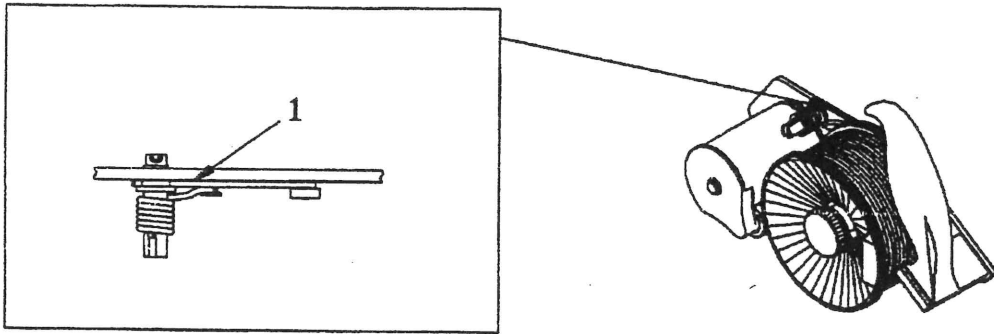

Bild 37: Schmieren des Handcoders
7.6.4 Schmieren des Handcoders (siehe Bild 37)